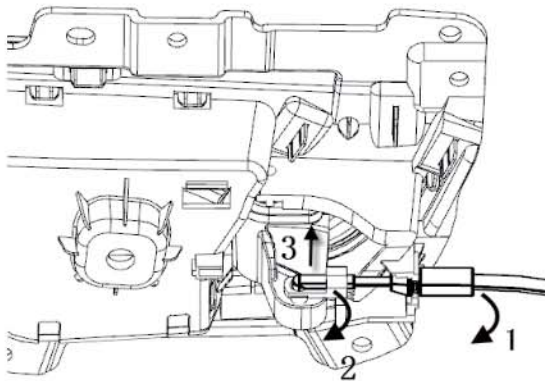

图 8-1-4 内开拉锁拆卸示意图
(4) 如图 8-1-4，先将箭头 1 所指圆圈处向外用力将卡在门板上的拉索护套分离，然后将箭头 2 处拉锁轴套沿箭头 2 旋转与挂钩分离，最后将挂钩沿箭头 3 所指处向上提起即可将拉锁整体与门护板分离。